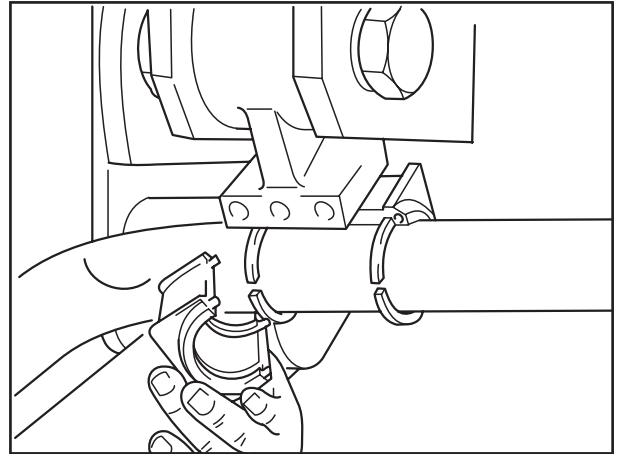

Fig. 7
- [13] Buchsenhälften so ansetzen, dass die Dichtungen in den Nuten liegen (Fig. 7).
[13] Fit bush halves so that the seals are located in the grooves (Fig. 7).
[13] Placer les demi-douilles de telle sorte que les joints viennent se mettre dans les gorges (fig. 7).